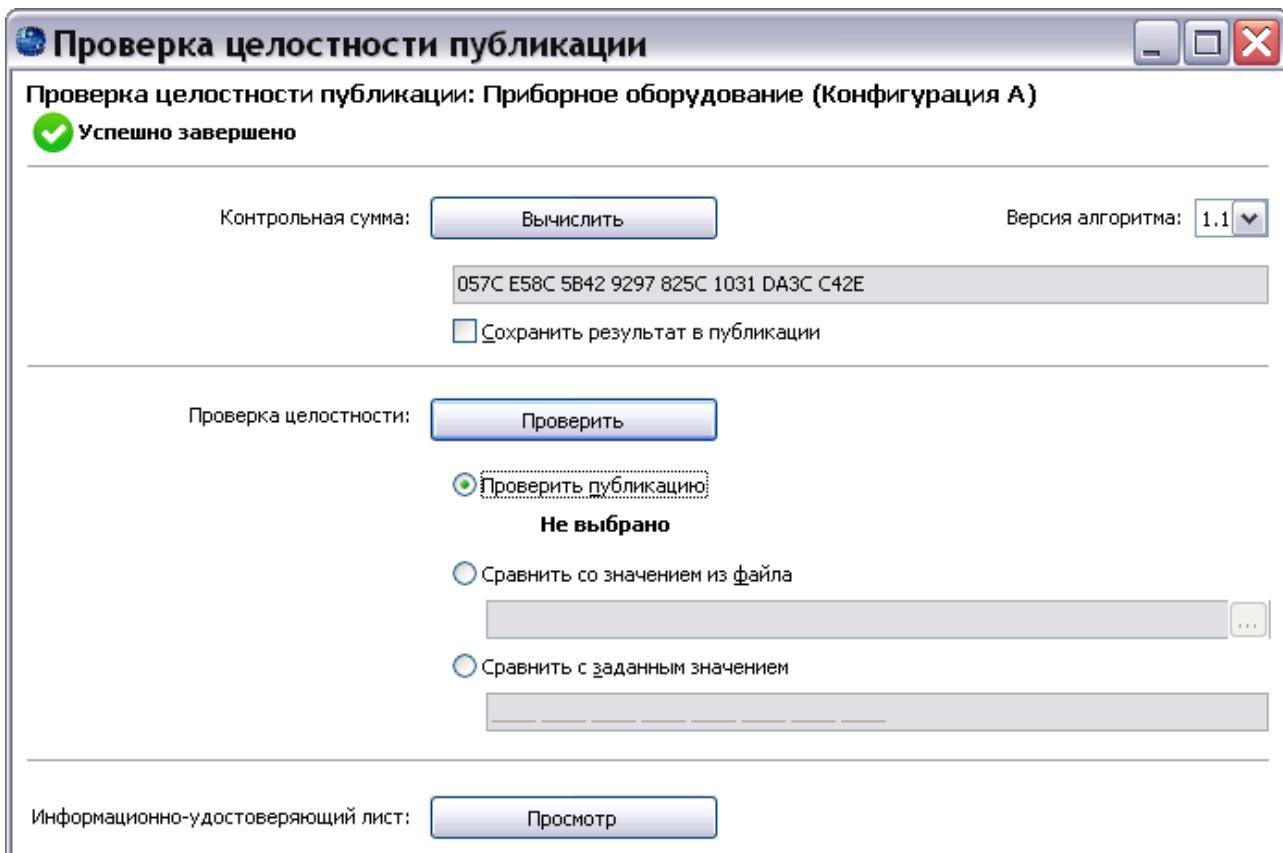

Рис. 195
3. Для вычисления значения **Контрольной суммы** публикации нажмите на кнопку **Вычислить**. После успешного вычисления в окне **Проверка целостности публикации** появится сообщение об этом и вычисленное значение (Рис. 195).